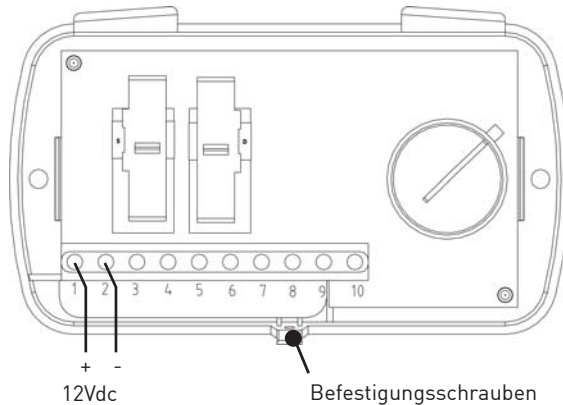

Abbildung 12
- Entfernen Sie die Befestigungsschrauben und nehmen Sie den Deckel des Steuergeräts ab. Verbinden Sie den Ausgang des Netzteils (DC OUT) unter Beachtung der Polarität mit dem Steuergerät (Abbildung 12).